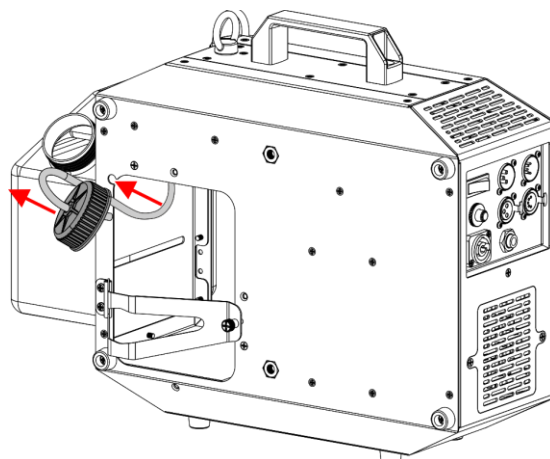

Fig. 17
- 12) Schuif de rubberen slang en het deksel naar de achterkant van het apparaat, zoals getoond in Fig. 17.